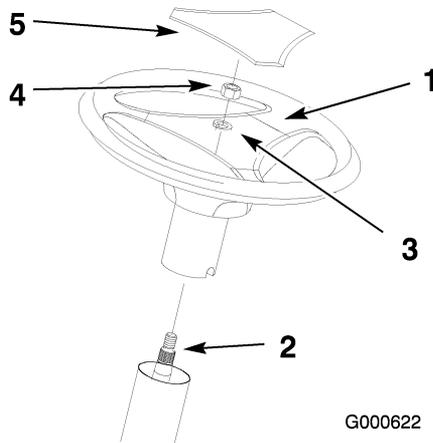

Figure 3
3. Alignez la branche centrale sur le siège et positionnez le volant sur la cannelure de l'arbre (Figure 3).
4. Fixez le volant avec une rondelle de blocage (1/2 pouce) et un écrou (1/2 pouce) (Figure 3).
6. Enclenchez le couvre-moyeu avec logo en place (Figure 3).